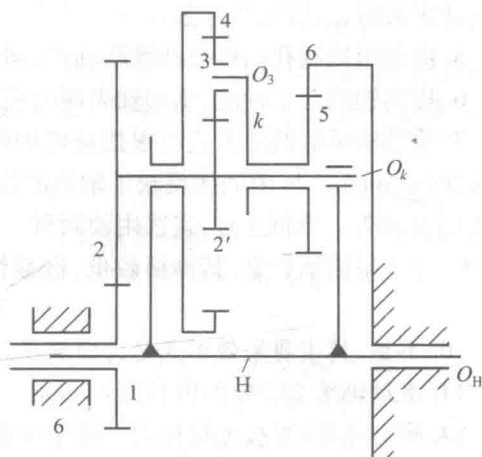

图 3
4. 在图 3 所示轮系中,已知各齿轮的齿数,试求轮系的传动比 i_{IH} 。